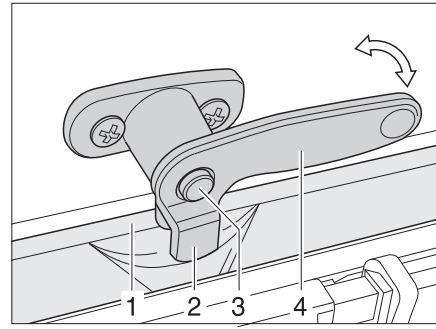

Bild 73 Låsspak med låsknapp i läget "kontinuerlig vädring"
- Tryck på låsknappen (Bild 73,3) om sådan finns och håll den nedtryckt.